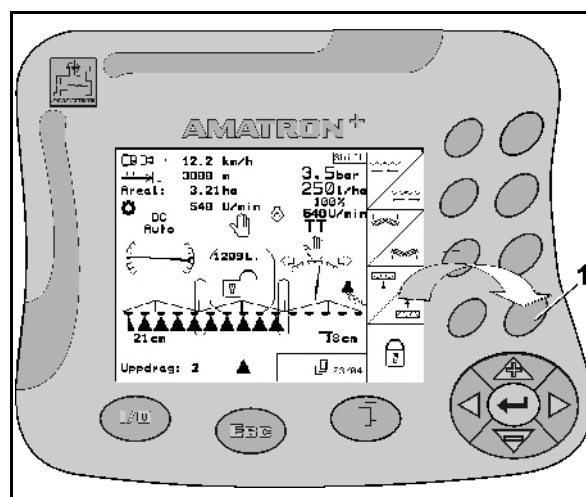

Fig. 96
1. Påverka den till funktionsfältet tillhörande funktionsknappen (Fig. 96/1), för att lyfta sprutrampen.